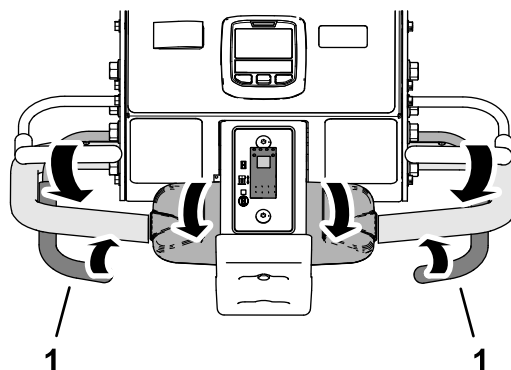

Bild 90
3. Wenn der Vorderreifen über den Rand des Aerifizierbereichs rollt, schließen Sie entweder den linken oder rechten Aerifizierbügel (Bild 90).